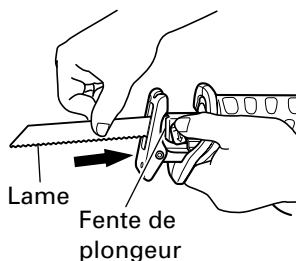
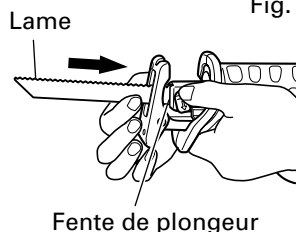

Fig. 4
Fig. 5
- (3) Insérer la lame à fond dans la petite fente, à l'extrémité du plongeur, en appuyant sur le levier. Il est possible d'orienter la lame vers le haut ou vers le bas. (Fig. 4, Fig. 5)